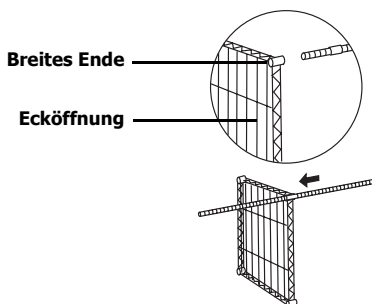

Abb. 2
4. Das Regal auf die Seite stellen und die Stange durch eine Ecköffnung schieben **[Abb. 2]**.